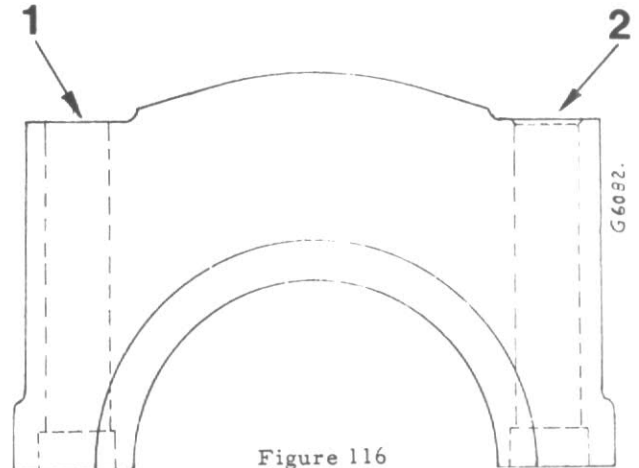

Figure 116
Note 1 : Vous pouvez utiliser des boulons au diamètre primitif et serrer à des couples plus élevés qu'avec des boulons décollétés, à condition que les chapeaux de paliers soient chanfreinés pour ne pas toucher le rayon sous la tête du boulon. Voir (2) fig. 116.